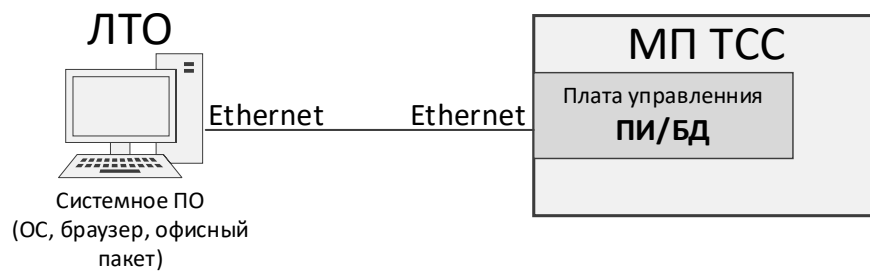

Рисунок 4
3.5.1. Вариант развертывания ПИ приведен на рис. 4.